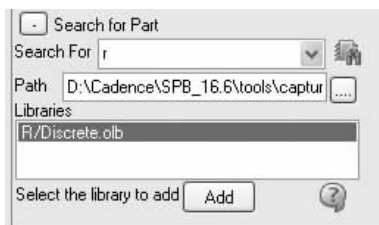

图 5-3 查找到元件后的面板
- 查找到“r”后的面板如图 5-3 所示。可以看到，符合搜索条件的元件名、所属库文件在该面板上被一一列出，供用户浏览参考。